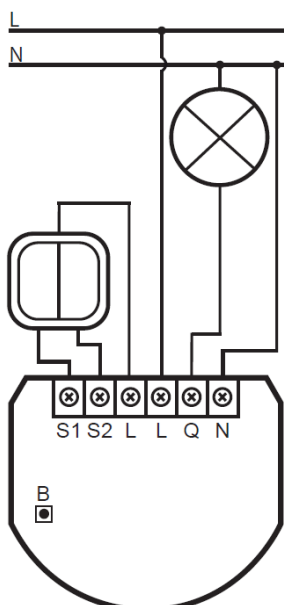

Figura 1: Exemplo de ligação do SingleSwitch-Control
- Ligar apenas como indicado na Figura 1 abaixo. Incorrect connection may cause risk to health, life or material damage.
3. Ligar como indicado na Figura 1 abaixo.